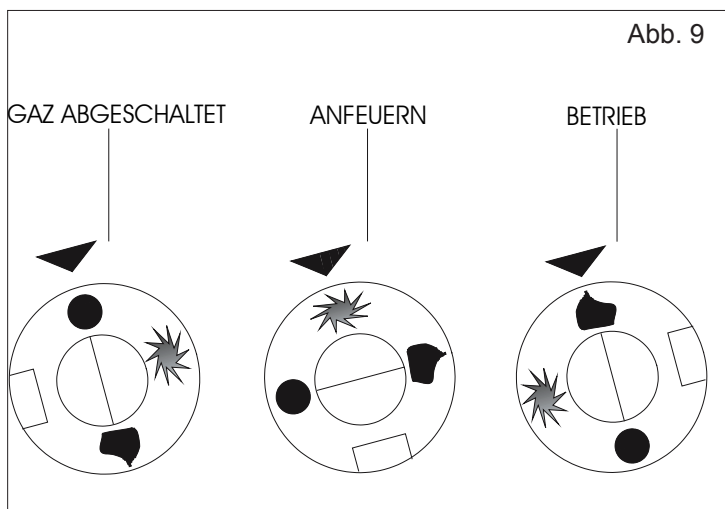

Abb. 9
GERÄTE MIT ELEKTRISCHEM GAS-VENTIL (ABB. 9)
- Den Drehknopf drücken (Abb. 9), auf Position "ANFEUERN" stellen und gedrückt lassen, bis sich die Leitflamme entzündet und nicht mehr ausgeht (zirka 20 Sekunden).
- Den Drehknopf (Abb.9) auf Position "BETRIEB" stellen.
- Den Drehknopf (Abb. 9) wieder auf Position "ANFEUERN" stellen.
- Den Drehknopf (Abb.9) auf Position "GANZ ABGESCHALTET" stellen und den dem Gerät vorgeschalteten Gashahn schließen.